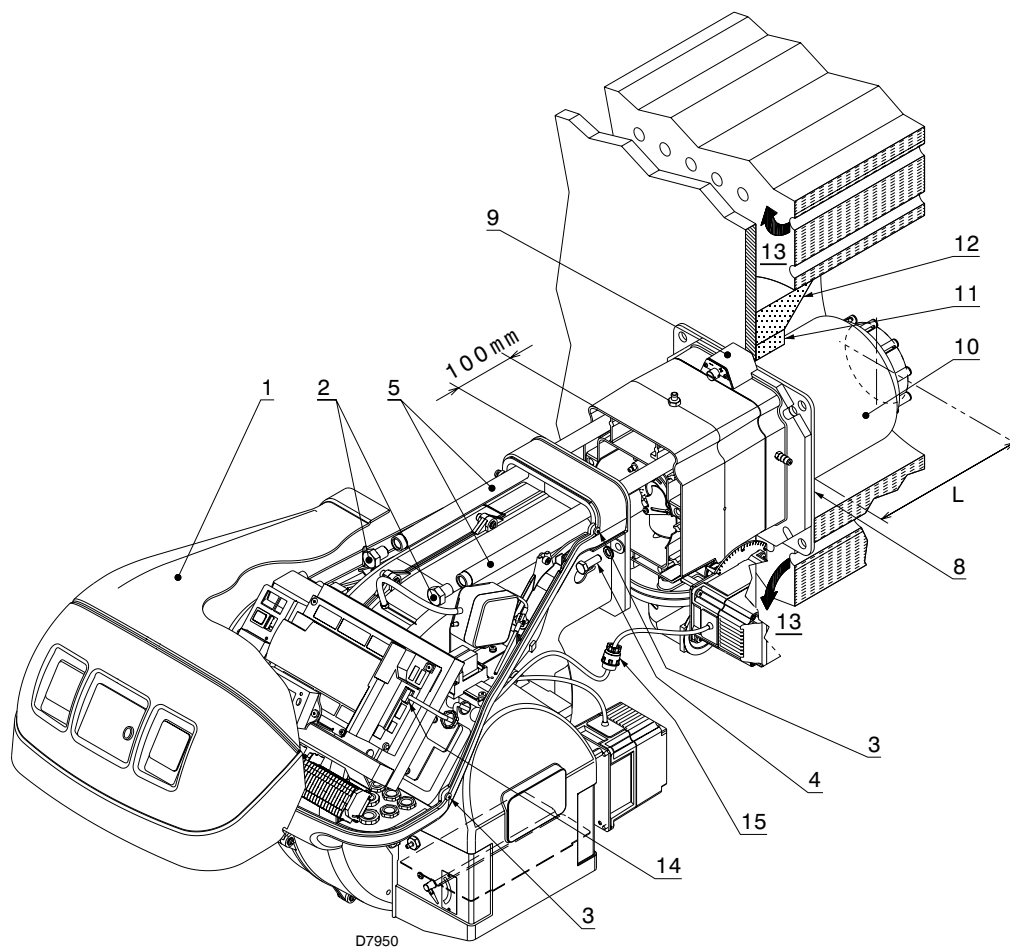

Fig. 14
Seleccionar la longitud del tubo de llama 10) (Fig. 14) en base a las indicaciones del fabricante de la caldera; tener en cuenta que siempre debe ser mayor que el espesor de la puerta de la caldera más el material refractario.
Las longitudes L) (Fig. 14) disponibles son:
Separar el cabezal de combustión del resto del quemador, Fig. 14. Para lograr esto proceder de la siguiente manera:
Después de esta eventual operación, fijar la brida 9) (Fig. 14) a la placa de la caldera, interponiendo la junta aislante 8) suministrada en dotación.
- volver a montar el quemador en las guías 3) (Fig. 14) aproximadamente a 100 mm del manguito 4);
- conectar el conector macho del servomotor 14) (Fig. 14) y enroscar el anillo pasacable 15);